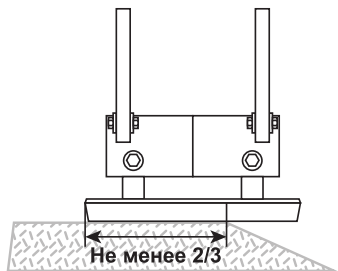

Рис. 11 Расположение виброплиты на краю обрабатываемой поверхности
10. При перемещении виброплиты по краю обрабатываемой поверхности, в плотном соприкосновении с поверхностью должно оставаться не менее $\frac{2}{3}$ части рабочей площади плиты (Рис. 11).